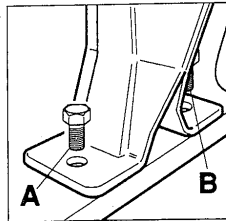

fig. 1
Posizionare la Rivettatrice in prossimità dello spigolo del banco (fig.1). Fissarla mediante 2 viti facendole passare attraverso i 2 appositi fori (A) (B).